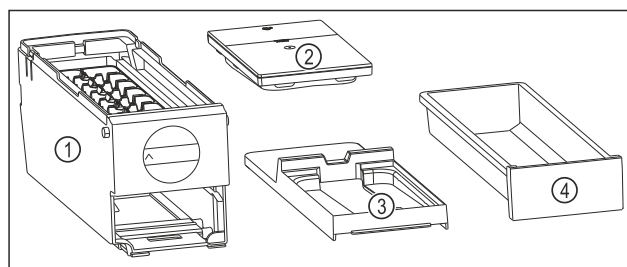

Fig. 185 Componenti dell'EasyTwist-Ice
- ▷ L'EasyTwist-Ice è scomposto in quattro parti. (vedere Fig. 185)
- ▶ Smontare l'EasyTwist-Ice scomponendo solo gli elementi rappresentati in figura. (vedere Fig. 185)
- ▶ Pulire l'intero corpo dell'EasyTwist-Ice Fig. 185 (1).